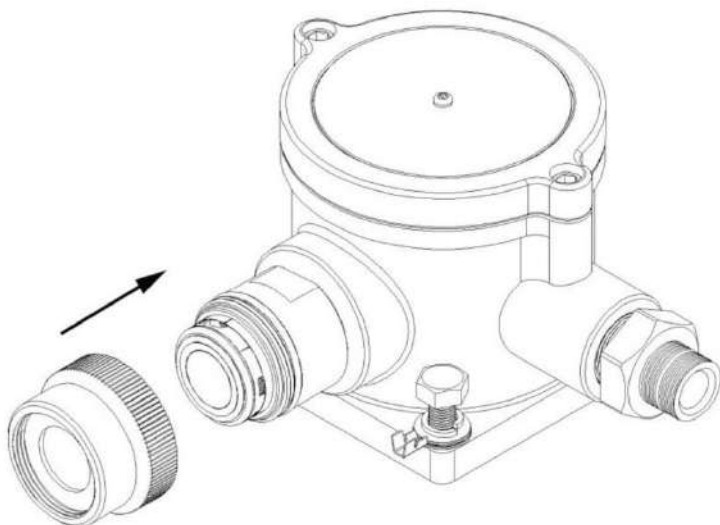

Рис. 12
- IV Вставьте датчик и установите переднюю крышку отверстия датчика, вращая ее по часовой стрелке согласно рис. 12.